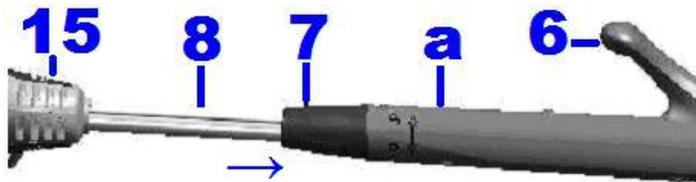

Fig.3
3. Glisser le tube télescopique (8) dans le tube inférieur (a) (Fig.3).
4. Resserrer la bague de réglage (7) en la faisant tourner dans le sens des aiguilles d'une montre.